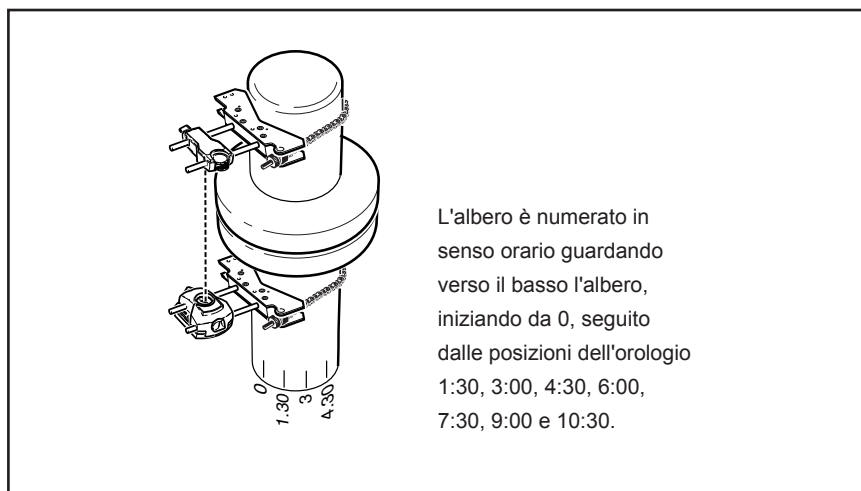

Figura 9-2. Numerazione dell'albero
3. Utilizzare questa distanza per contrassegnare altre sette tacche equamente distanziate sull'albero, iniziando dal punto selezionato. Numerare i punti in senso orario guardandoli nella direzione dal prisma verso il sensore, iniziando da 0, seguito da 1:30, 3:00, 4:30, 6:00, 7:30, 9:00 e 10:30. (Fare riferimento alla Figura 9-2.)